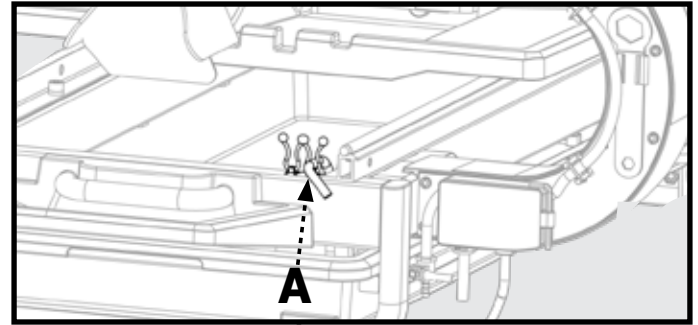

Figure 18
2. Placez la pompe (14) dans le fond du seau.
4. Fixez le mou du tuyau et du cordon d'alimentation aux liens d'accrochage prévus à l'arrière de la scie (A, fig.18).